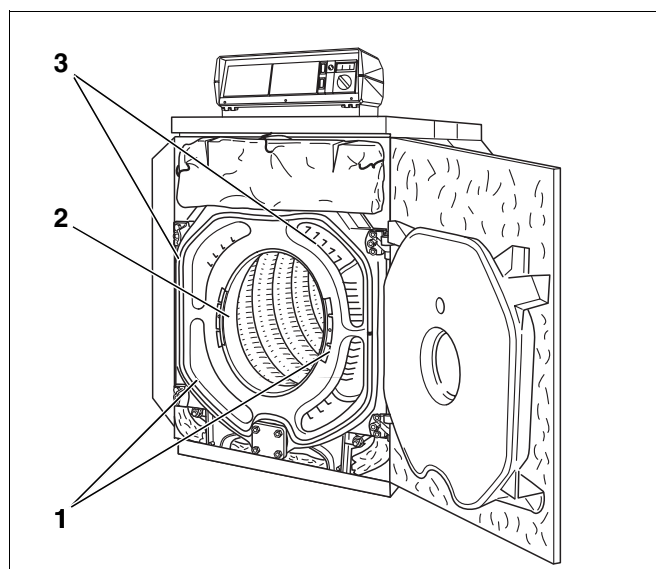

Abb. 73 Heizgaszüge reinigen
- Die Heizgaszüge sind mit den Reinigungsbürsten 1 und 2 von vorne nach hinten zu reinigen (Abb. 73, **Pos. 1 und 3**).
- Der restliche Brennraum (Abb. 73, **Pos. 2**) ist mit der Reinigungsbürste 2 reinigen.